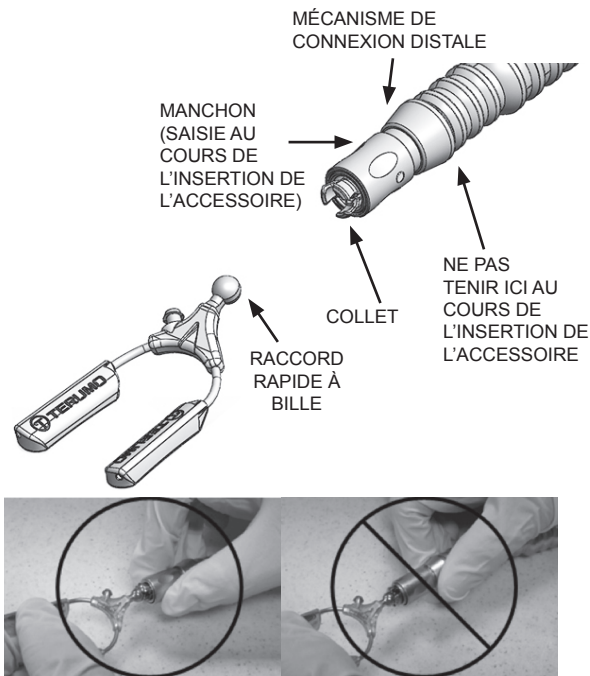

Figure 5 – Fixation du dispositif accessoire au bras stabilisateur universel Hercules™ 360 (référence de produit T401160)
- b. Pour le raccordement d'un RACCORD RAPIDE À BILLE Terumo, saisir le manchon du bras stabilisateur universel Hercules et enfoncer la balle de l'accessoire dans le collet du bras stabilisateur universel Hercules (voir Figure 5). Vérifier que le dispositif est bien connecté.